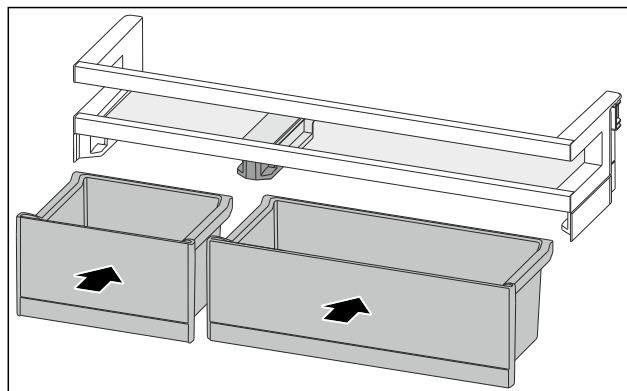

Fig. 115
- ▶ Introduceți VarioBox-urile dispuse invers. (vezi Fig. 115)